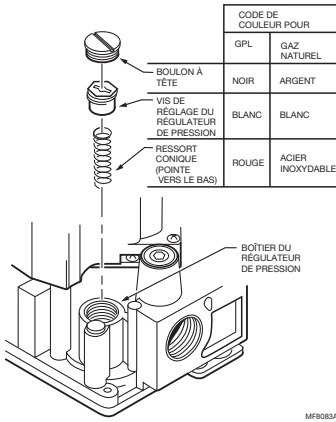

Fig. 2. Installation de la trousse de conversion dans un régulateur.
4. Insérer le ressort de remplacement en plaçant la pointe du cône vers le bas. Voir la Fig. 2.